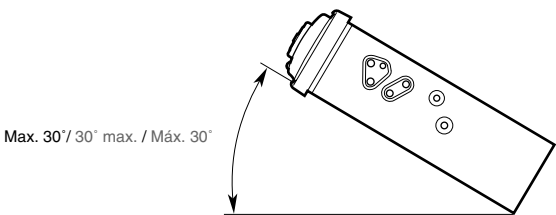

Figure 2 / Figure 2 / Figura 2
2. Install the unit within 30° of the horizontal plane. (Figure 2)
2. Installer l'appareil avec un angle inférieur à 30° par rapport à l'horizontal. (Figure 2)
2. Instale la unidad con un ángulo de 30° sobre el plano horizontal. (Figure 2)